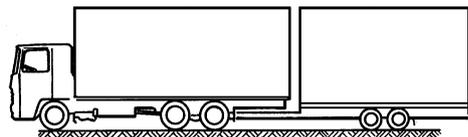

Abb. 4 Zugfahrzeug mit Starrdeichselanhänger
- **Vorderachse des Gelenkeichselanhängers (Abb. 4) entbremsen**
Beim Einkuppeln eines Starrdeichselanhängers (s. Abb. 4) Folgendes beachten: